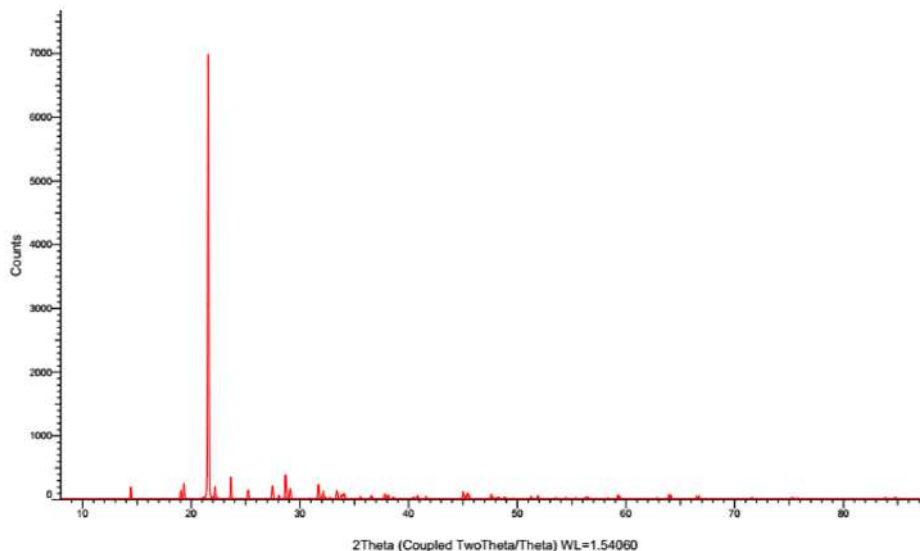

Рисунок 2. Рентгенограмма гидразин сульфата
**Подготовка образца:** Определенная масса гидразина сульфата измельчена и изготовлена таблетка с помещением в кюветку. Изучена рентгенограмма изготовленной таблетки (рисунок 2) и установлен ее химический состав (таблица).